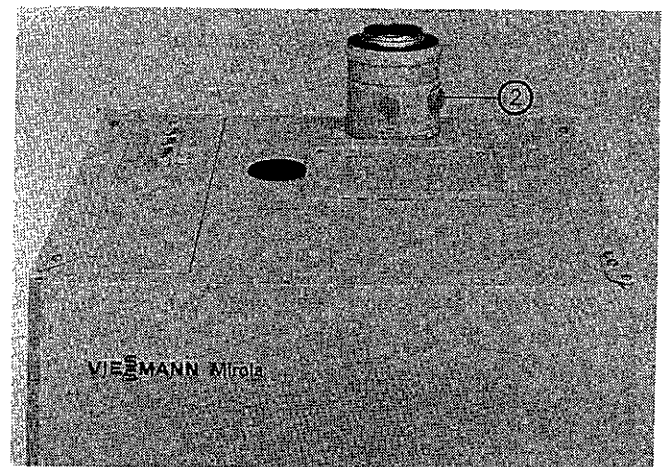

Abb. 73
4. CO₂-Abgasmessung am Kesselanschlußstück ② vornehmen (Abb. 73).